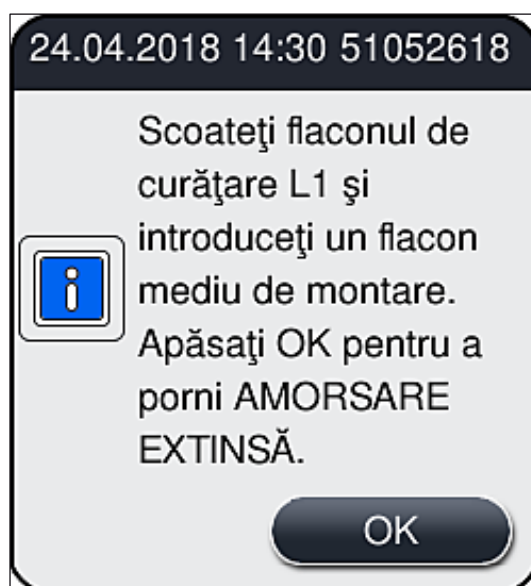

Fig. 104
- » Apoi, utilizatorului i se indică să îndepărteze flaconul de curățare din instrument și să introducă un nou flacon cu mediu de montare. După introducere, confirmați mesajul de informare (→ Fig. 104) cu **OK**. Eliminați conținutul flaconul de curățare în conformitate cu reglementările de laborator.